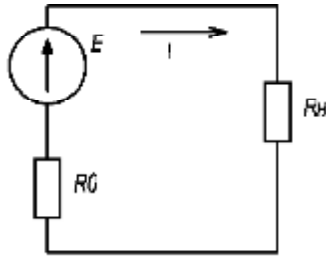

Рисунок 1.4
**Решение.** Схема замещения цепи (рис. 1.4) включает источник ЭДС  $E$  с внутренним сопротивлением  $R_0$  и сопротивлением нагрузки  $R_n$ . Значение ЭДС источника равно напряжению на его выводах в режиме холостого хода, т. е.